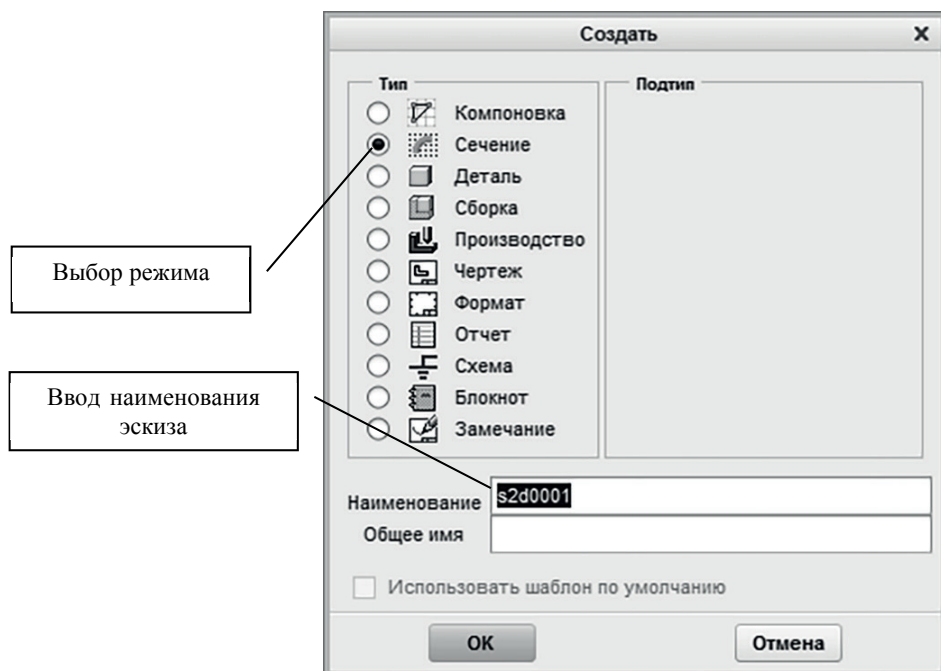

Рис. 2.1. Диалоговое окно *Создать*
- вход непосредственно в режим *Сечение* (Параметрический эскиз) при создании нового объекта . При этом открывается окно *Создать*, в котором следует выбрать тип операции (для эскиза — это *Сечение*) и ввести имя эскиза (см. рис. 2.1);